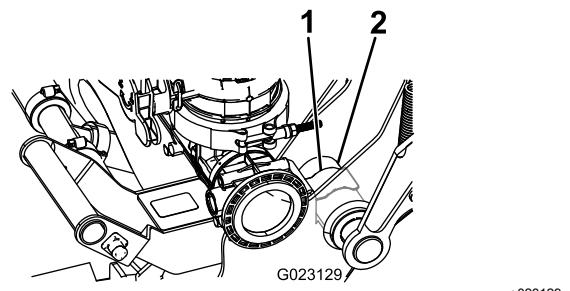

Рисунок 13
- Нажмите, чтобы пружинный хомут защелкнулся на шарнирной трубе, как показано на Рисунок 13.